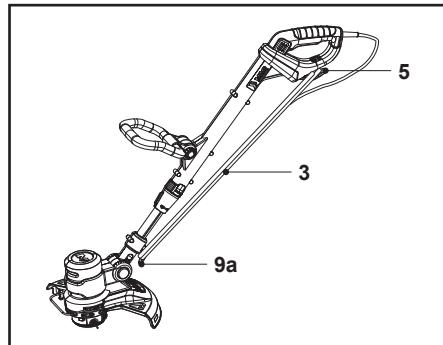

Fig. 28
- Enrouler le cordon d'alimentation (3) sur les deux supports de câble (5, 9a) et le fixer à l'aide d'un clip de cordon approprié (Fig. 28).